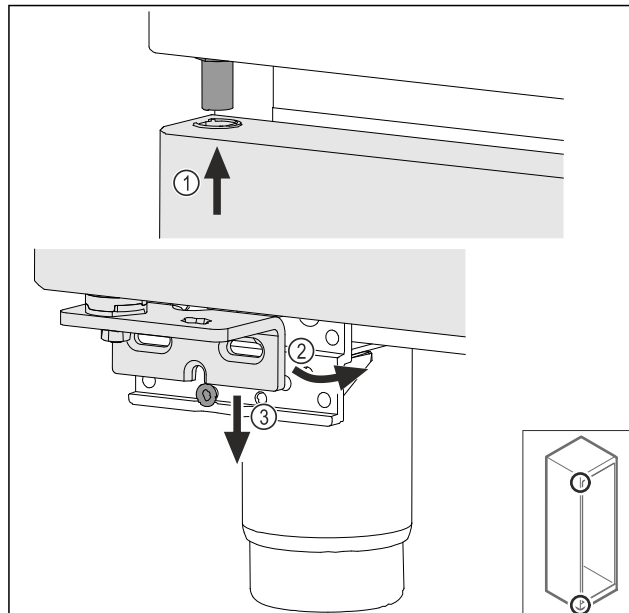

Fig. 70
- ▶ Наденете леко наклонената нагоре врата Fig. 70 (1), подредете вратата напред Fig. 70 (2) и я поставете отдолу върху винта на опорната стойка Fig. 70 (3).